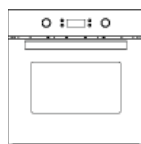

figura 5
4. Monte a grelha de cozedura e os outros acessórios dentro da cavidade; a montagem será concluída tal como indicado na figura 5.